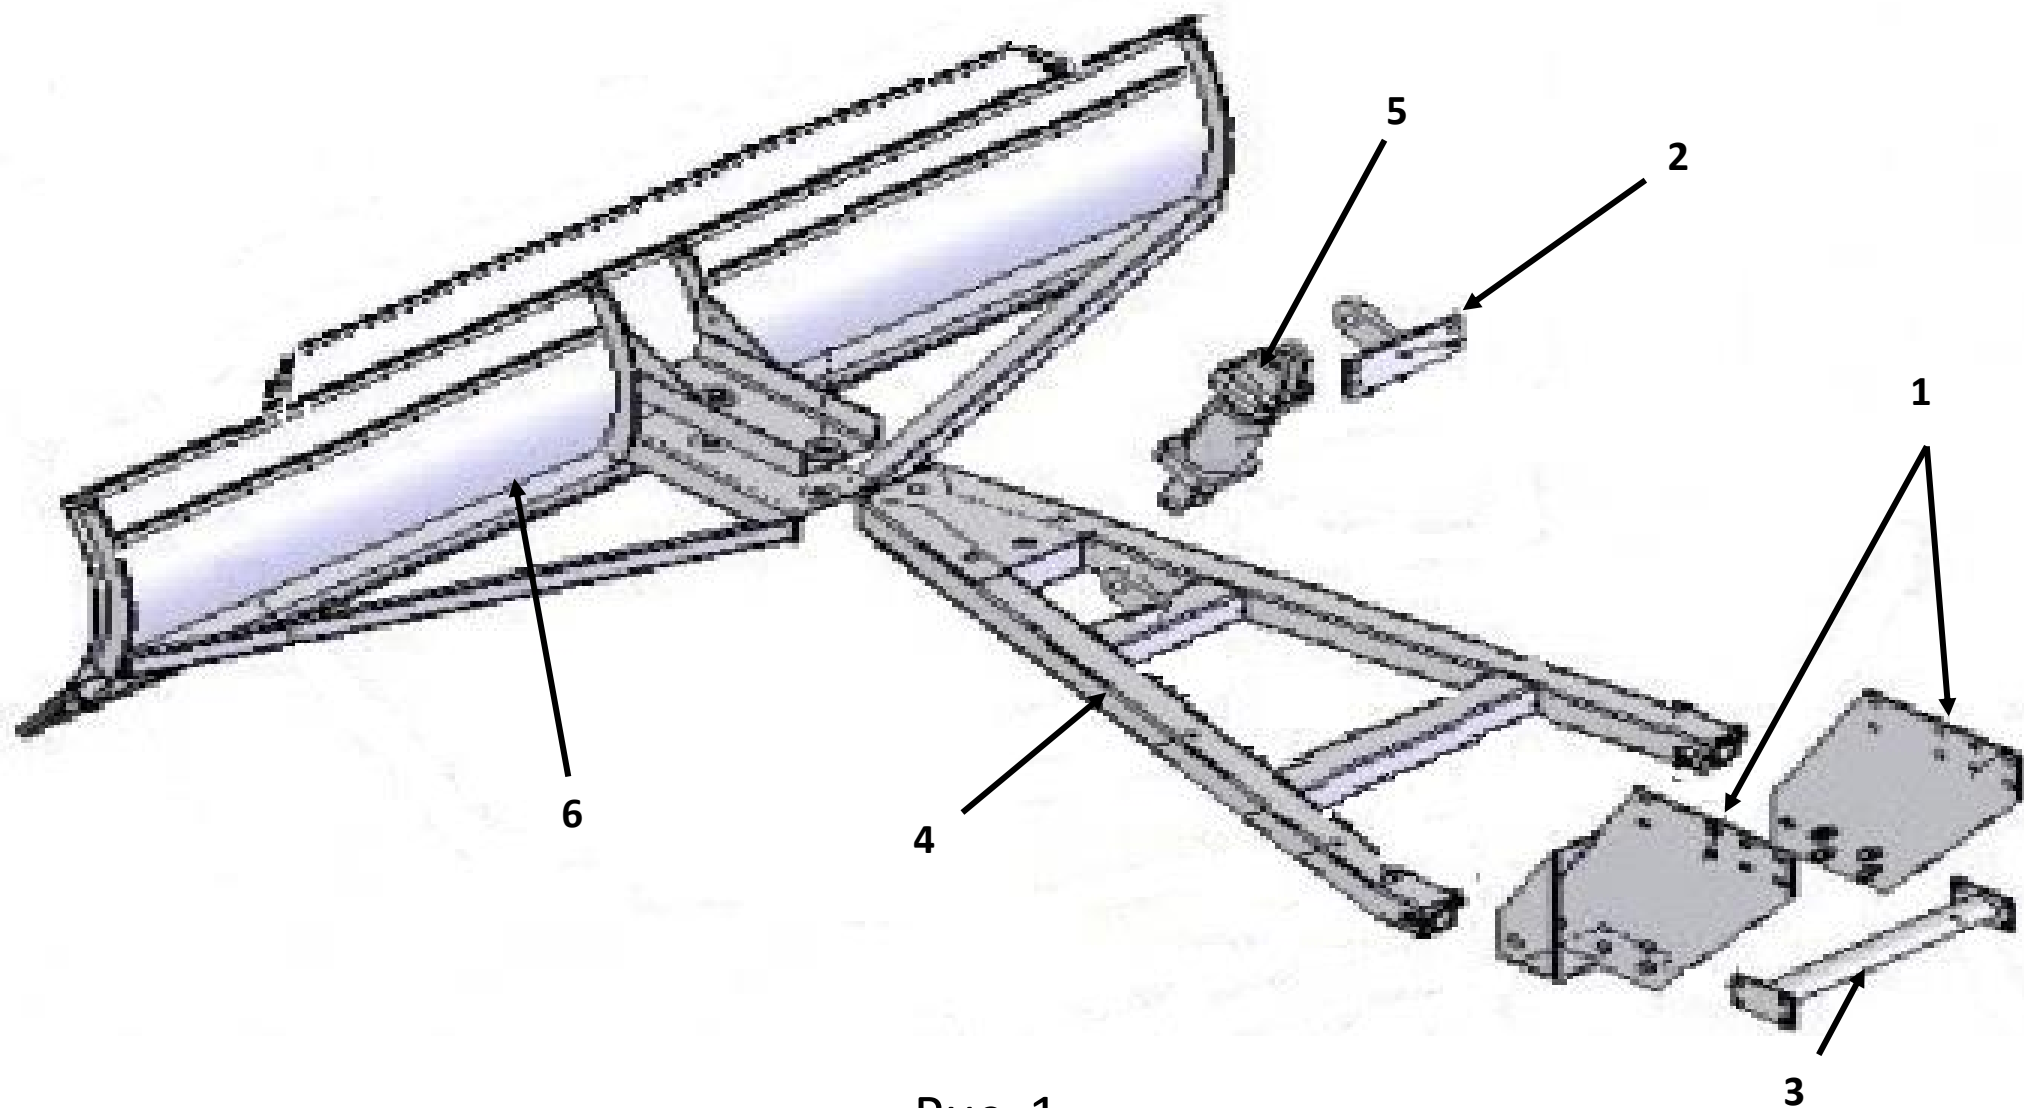

Рис. 1
1. Установить на трактор лонжероны №1 (рис.1) при помощи болтов М16*40.
2. Установить переднюю перекладину №2 (рис. 1).
3. Установить распорку №3 (рис.1).
4. Установить переднюю рамку №4 (рис.1) на лонжероны при помощи пальцев.
5. Установить гидроцилиндр №5 (рис.1) в петли передней рамки №4 и передней перекладины №2. Соединить гидроцилиндр №5 с гидросистемой трактора при помощи РВД и переходников входящих в ЗИП.
7. Установить отвал №6 (рис.1) на переднюю рамку №4 (рис.1) при помощи пальцев в нужное для вас положение (поворот ножа осуществляется направо/налево на 25 градусов относительно оси движения трактора).